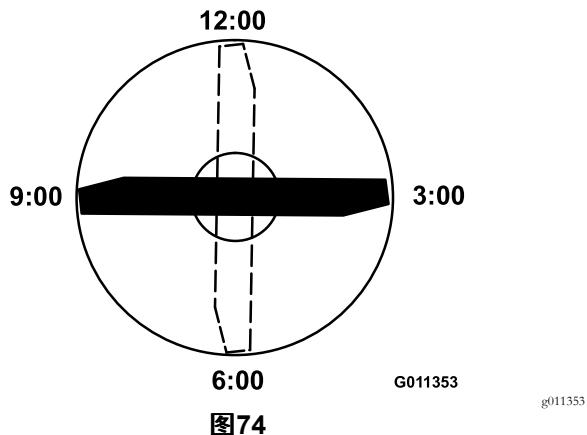

图74
- 将刀片带标记一端的刀刃放在12点钟位置剪草方向的正前方(图74)并测量从桌面到刀片刀刃的高度。
- 将刀片的标记端旋转至3点钟和9点钟位置(图74)并测量高度。